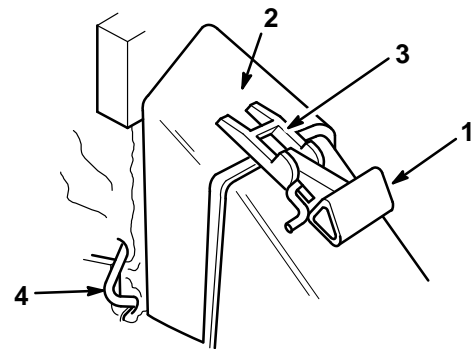

Figura 6
3. Coloque la abertura de la puerta del saco sobre el la abertura del canal de descarga tal como se muestra en la figura 6.